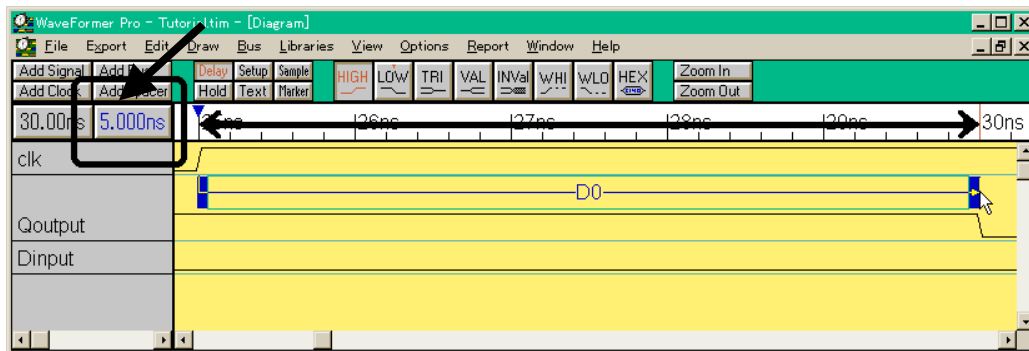

図 22 遅延パラメータ値のリード・アウト例
- 1) 信号 Qoutput の立ち下がりがエッジ幅がクロック・エッジから見て 5[ns]に変更されました。5[ns]に調整されているかはダイアグラム・ウィンドウ内の信号名上部に配置されたタイム・リードアウトによって確認できます(図 22)。